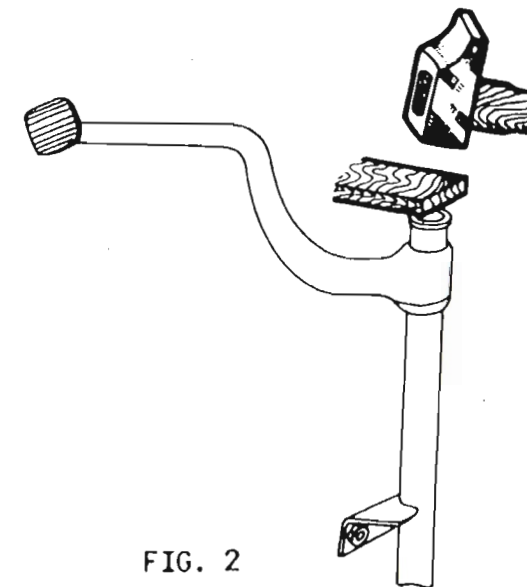

FIG. 2
- Dans le cas d'une pédale neuve, ne pas oublier d'emmancher les paliers d'articulation 35607 (figure 2)